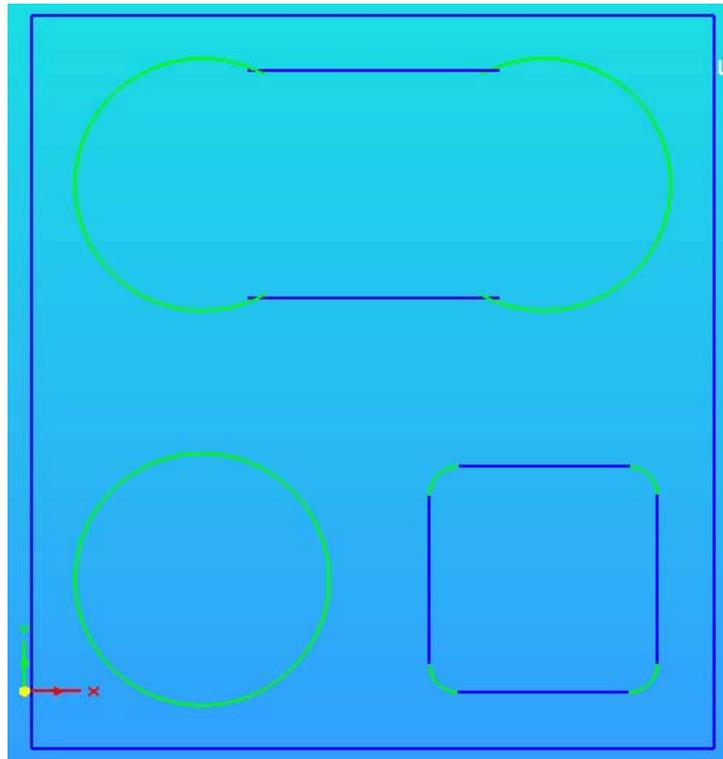

Abb. 1.44: Beispieldatei LCam-Test-1.dxf
Nachdem wir uns mit der Bedieneroberfläche und den diversen Werkzeugen vertraut gemacht haben, welche uns von LazyCAM zur Verfügung gestellt werden, wollen wir jetzt als Beispiel den DXF-Import einer Zeichnung bis hin zur Erzeugung eines fräsbaren G-Codes beschreiben. Als Beispieldatei wählen wir dazu wieder die uns schon bekannte die Datei *LCam-test-1.dxf*, welche wir aus dem Verzeichnis DXF unserer Festplatte laden (siehe Abb.: 1.22 auf Seite 18), nachdem wir in der oberen **Icon-Leiste (5)** auf das Icon *Öffne DXF* geklickt haben. Sobald wir diese Datei aus dem Verzeichnis ausgewählt und mit *öffnen* bestätigt haben, erhalten wir ein PopUp-Fenster mit der Frage, um welche Anwendung es sich hier handelt, was wir mit Mausclick auf **Fräsen** bestätigen. Darauf hin wird die Zeichnung in den **Grafikbereich (1)** von LazyCAM geladen und dort angezeigt (Abb. 1.44).